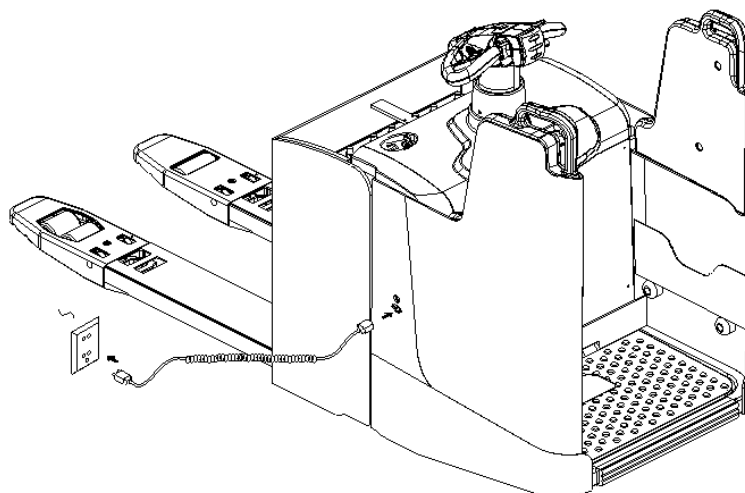

Рис. 6
**Способы зарядки для встроенного зарядного устройства (рисунок 6):**